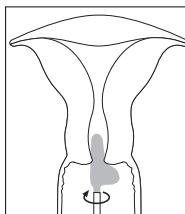

Fig. 2
4. Hold podepinden i denne position, drej podepinden 3 gange mod uret og 3 gange med uret, sørg for, at den lange del af "L'et" er i kontakt med livmoderhalskanalen, og at den korte del af "L'et" drejes rundt om ectocervix. Se fig. 2